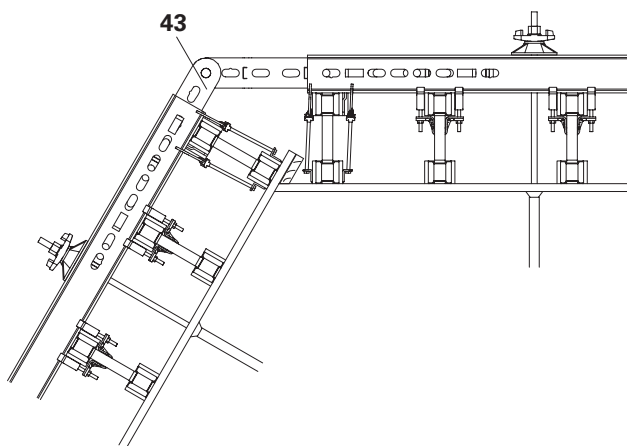

Fig. C2.02
- espessuras de parede superiores, por exemplo na construção de pontes (Fig. C2.02)